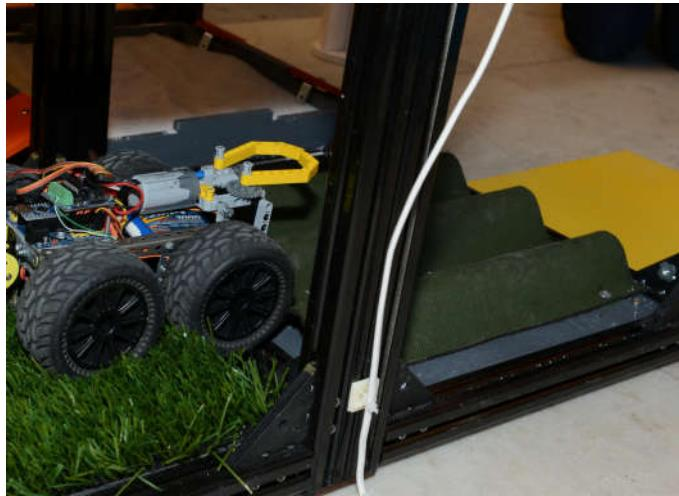

Рисунок 12 - «Крыша»
- 1.5.11. **Крыша** – участок, представляющий собой отрезок кровельного листа (ондулина), с габаритными размерами 340x340x40 (рисунок 12).